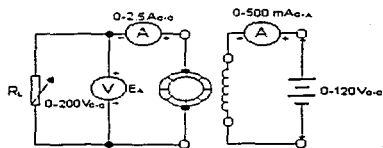

Figura 5
- Conectar el circuito de la figura 5.